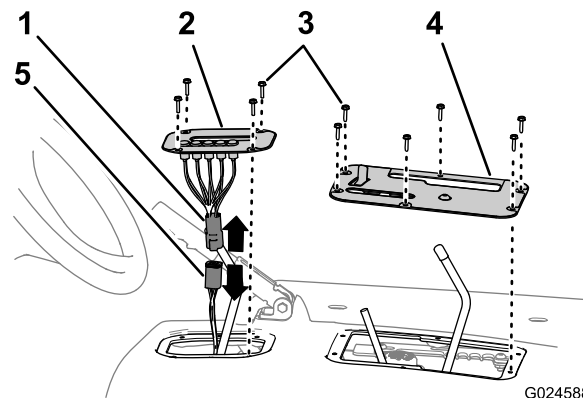

図 8
6. シフト表示カバーを座席シュラウドに固定している六角ねじ4本を外す 図 8。
7. シフトインジケータアセンブリを持ち上げて、電気コネクタをインジケータとハーネスから外し、インジケータを車両から取り外す 図 8。
8. コントロールカバーを座席シュラウドに固定している六角ねじ6本を外し、コントロールカバーを取り外す 図 8。